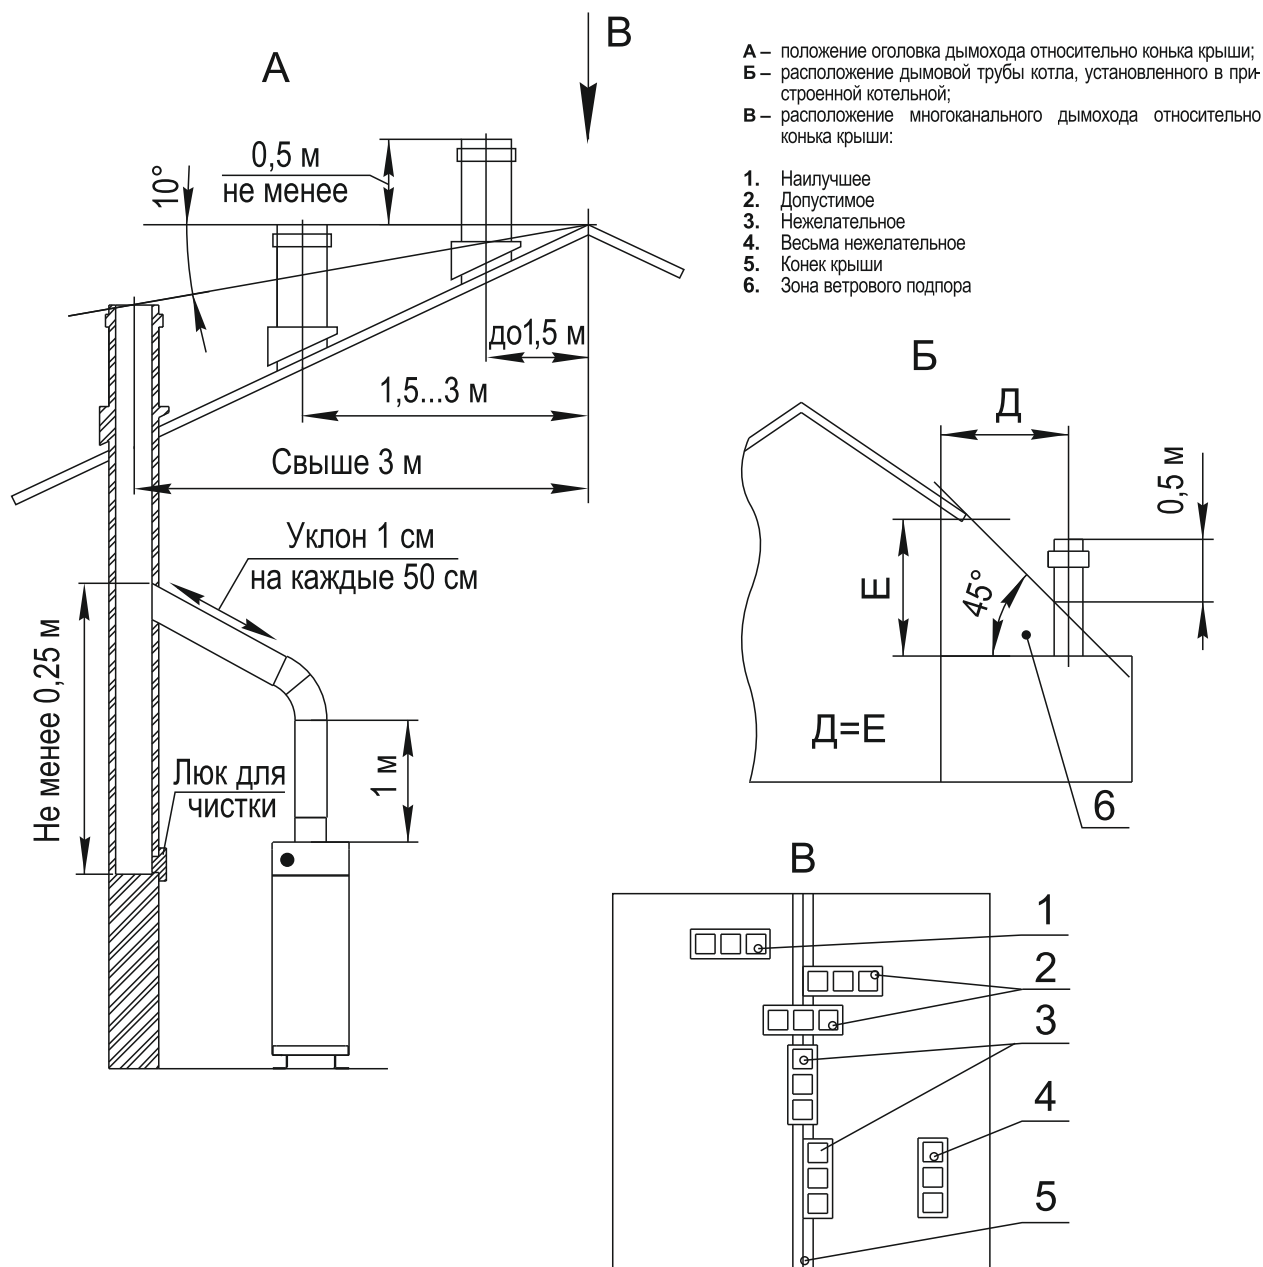

Рисунок 4 Схема установки дымовой трубы.
7.3 Устройство дымохода к которому подключен котел должно соответствовать СП 42-101-2003 «Общее положение по проектированию и строительству газораспределительных систем» и отвечать в том числе следующим требованиям (см рис.4)
- высота трубы над крышей должна быть не менее размеров, указанных на рис. 4, обратите внимание на положение оголовка трубы с несколькими каналами относительно конька крыши.